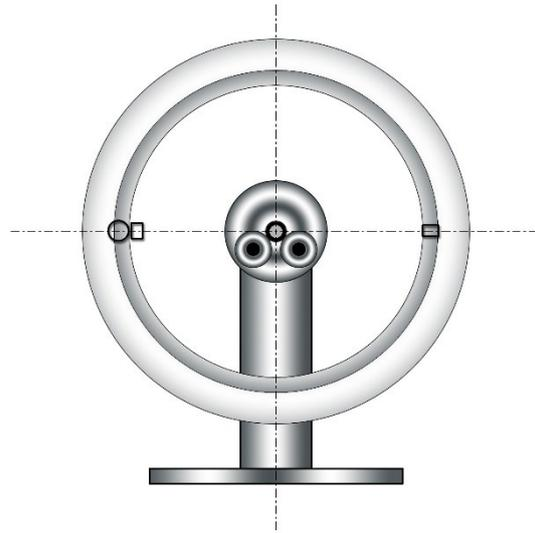

Abbildung 2: Ruhelage neutrale Felge
Abb./Afb./Avb./Fig. 2
5. An der leichtesten Stelle wird nun so viel provisorisches Wuchtgewicht angebracht, dass die Felge sich um ca. 90° dreht (s. Abb. 2). Bei einer leeren Motorradfelge sollten höchstens 30 g Wuchtgewicht notwendig sein. Wenn Sie mehr Gewicht benötigen, sollten Sie die Felge und die Anbauteile auf Beschädigungen, z. B. Höhengschlag, prüfen.